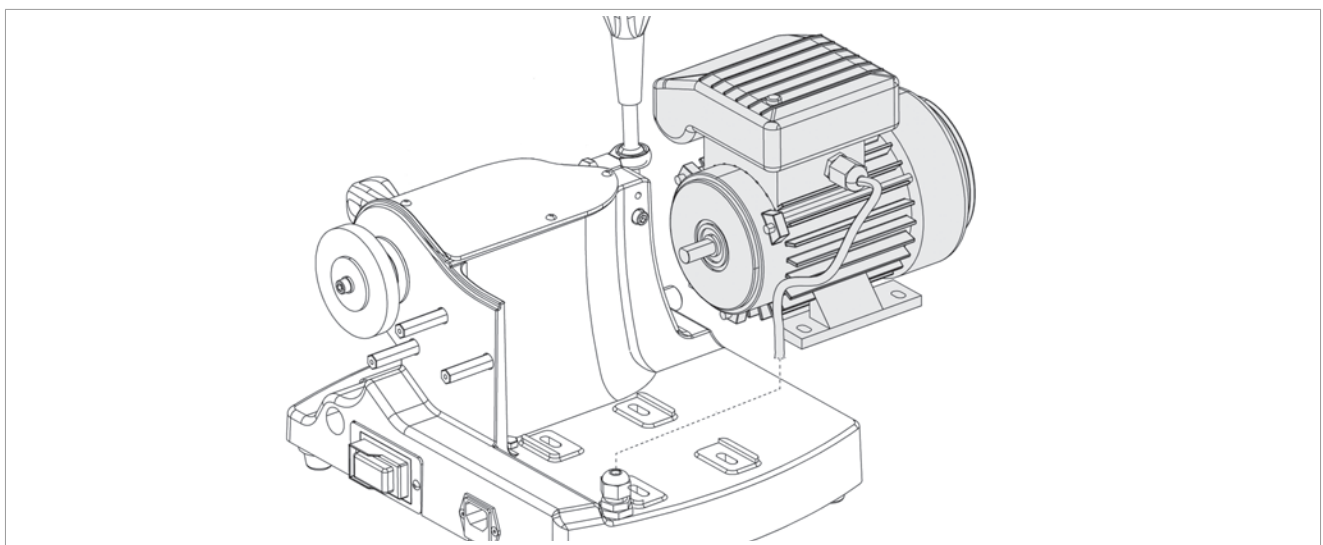

Fig. 48
- 10) Pull out the motor cable and remove the motor (Fig. 48).